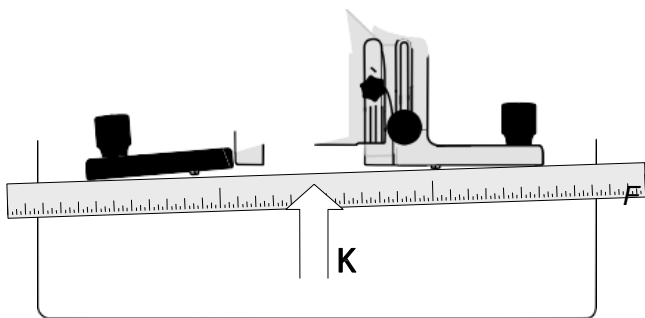
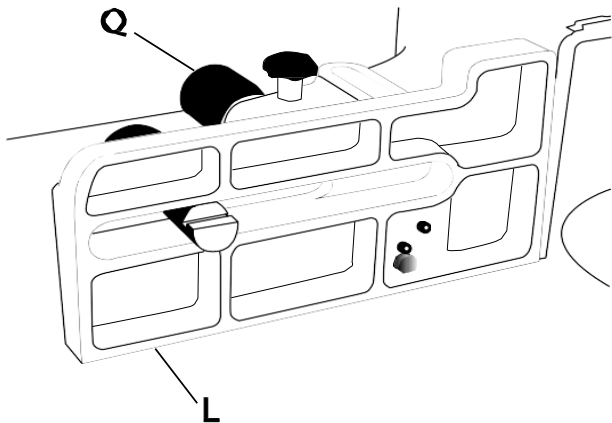

Рисунок 8
Рисунок 10
6. Снимите оба профиля (J₁, J₂) и прижмите линейку к корпусам подающего и отводящего упоров (Рисунок 8).
- Поддерживайте постоянное давление линейки на корпуса упоров (К, Рис. 8). В то же время попытайтесь выровнять оба упора в одной плоскости, как показано на Рисунке 9. Это достигается путем попеременной регулировки двух установочных винтов (М, Рис.10) на передней поверхности корпуса (L, Рис.10) с помощью шестигранного ключа на 3 мм с последующим перемещением корпуса устройством для точной регулировки упора. (Q, Рис. 10) по мере необходимости.
Важно: Рекомендуется поворачивать регулировочные винты (М, Рис. 10) с шагом 1,6 мм или менее за раз.
- Прижмите угольник к корпусу упора (L, Рис.10) и столу.
- Если требуется регулировка, выполните ее установочными винтами N (Рис. 10).
2. Используя гаечный ключ на 10 мм, ослабьте контргайку (O, Рис. 10), которая фиксирует установочный винт нулевого положения (P, Рис. 10) на корпусе (L, Рис. 10).
3. Ослабьте или затяните установочный винт (P, Рис.10), как того требует ситуация, чтобы выровнять корпуса упоров, как показано на Рисунке 11-М.
4. Затяните контргайку (O, Рис. 10).